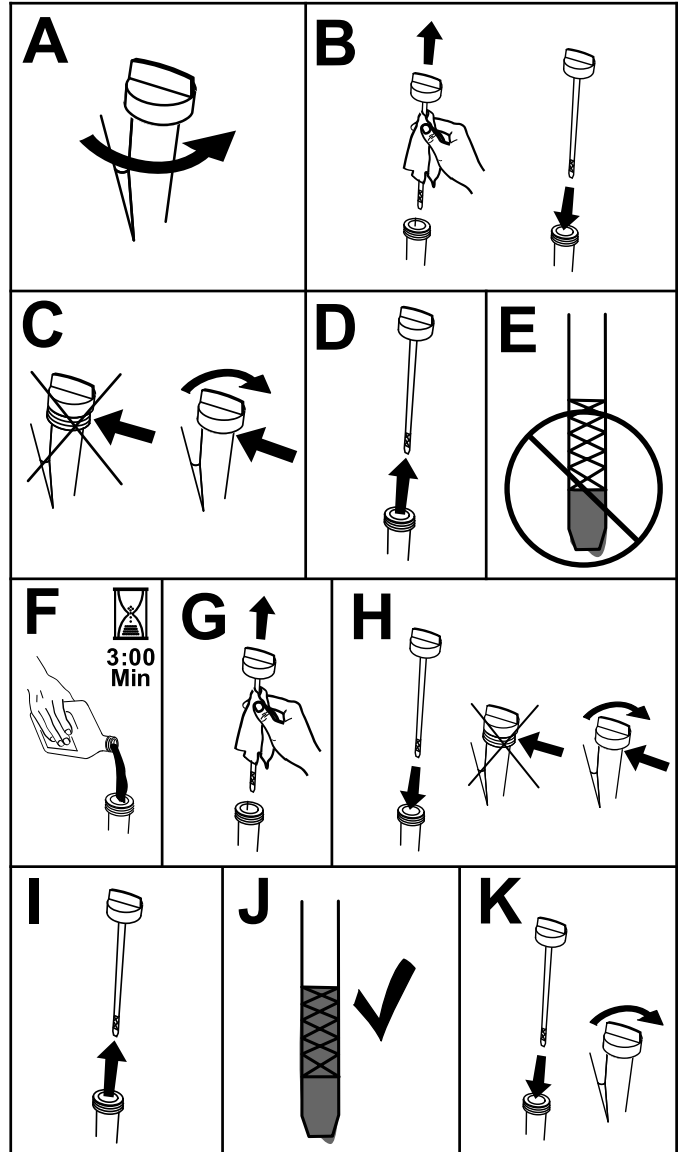

Figura 68
3. Compruebe el nivel de aceite del motor, según se muestra en (Figura 68).